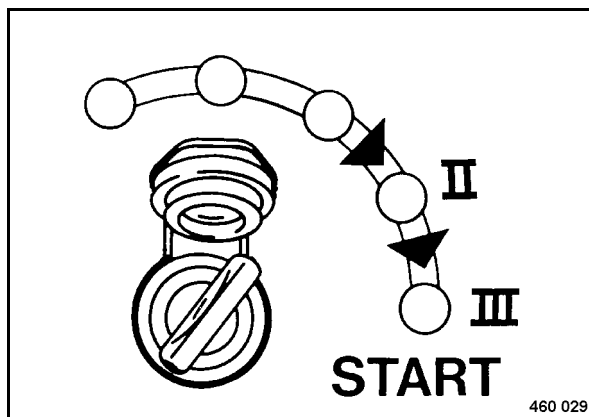

Fig. 53
- Girar la llave de contacto (Fig. 53) a posición "III" pasando por posición "II"; el motor de arranque gira el motor.